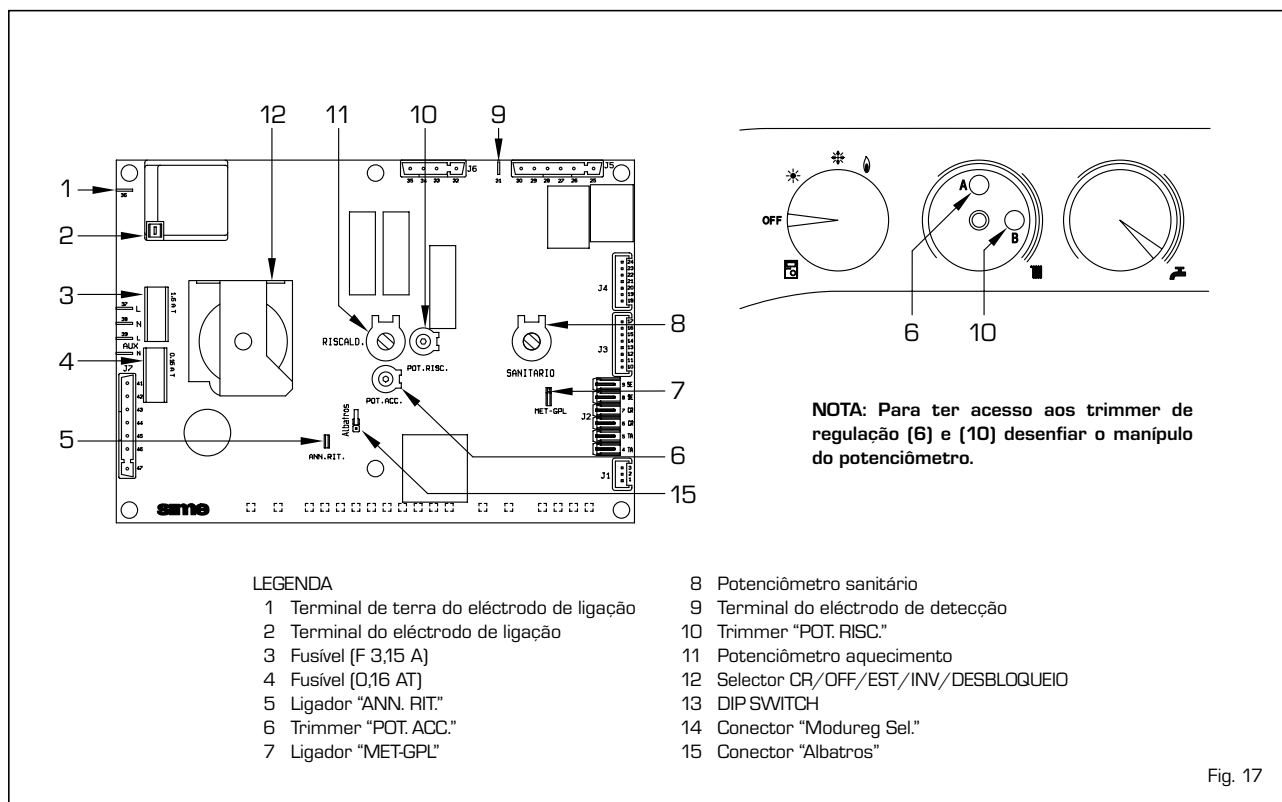

Fig. 17
- **Trimmer "POT. RISC."** (10 fig. 17)
- **Trimmer "POT. ACC."** (6 fig. 17)
- **Ligador "MET-GPL"** (7 fig. 17)
- **Ligador "ANN. RIT."** (5 fig. 17)
- **Conector Modureg Sel.** (14 fig. 17)
- **Conector "Albatros" [15 fig. 17]**
Para efectuar a regulação da potência de aquecimento, modificando a regulação da fábrica cujo valor é aprox. 16 kW, é necessário usar uma chave de fenda no trimmer de potência aquecimento (10 fig. 17).